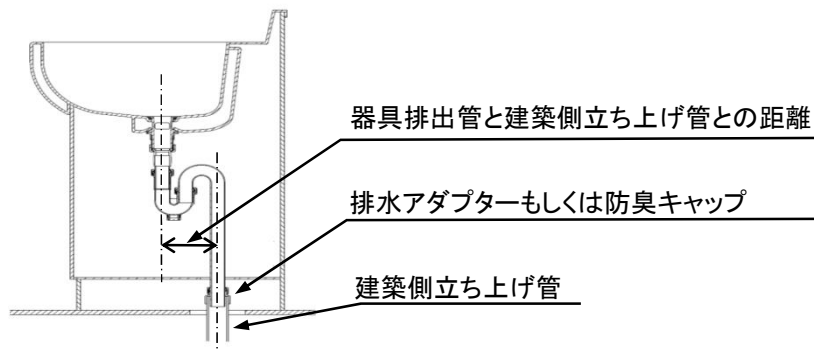

図2－器具排水管と建築側立ち上げ管との接合例
- ・ 対象部材を設置する際には、図2に示すように器具排出管と建築側立ち上げ管との距離が対象部材のU管と器具排水管の幅で設置できることを事前に確認する。
- ・ 器具排水管は図2に示す排水アダプターや防臭キャップなどを用いて建築側立ち上げ管と接合すること。